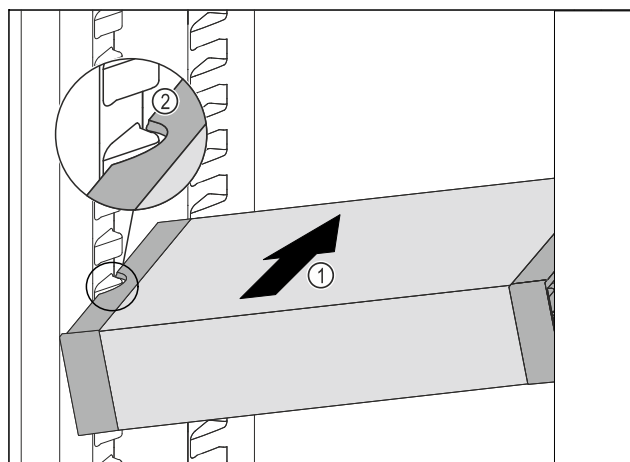

Fig. 157
- Zasuňte VarioSafe do chladničky pod úhlem tak Fig. 157 (1), aby vybrání na bocích Fig. 157 (2) VarioSafe byla na úrovni žebrování na nádoby v chladničce.